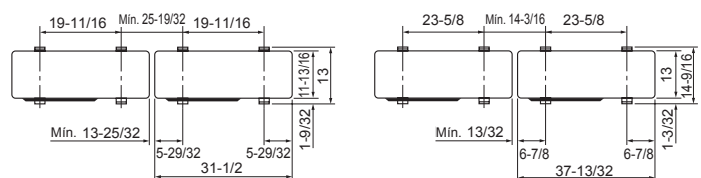

Fig. 3-1
- \* Cerciórese de instalar la unidad en una superficie robusta y nivelada para evitar los ruidos de traqueteo durante la operación. (Fig. 3-1)